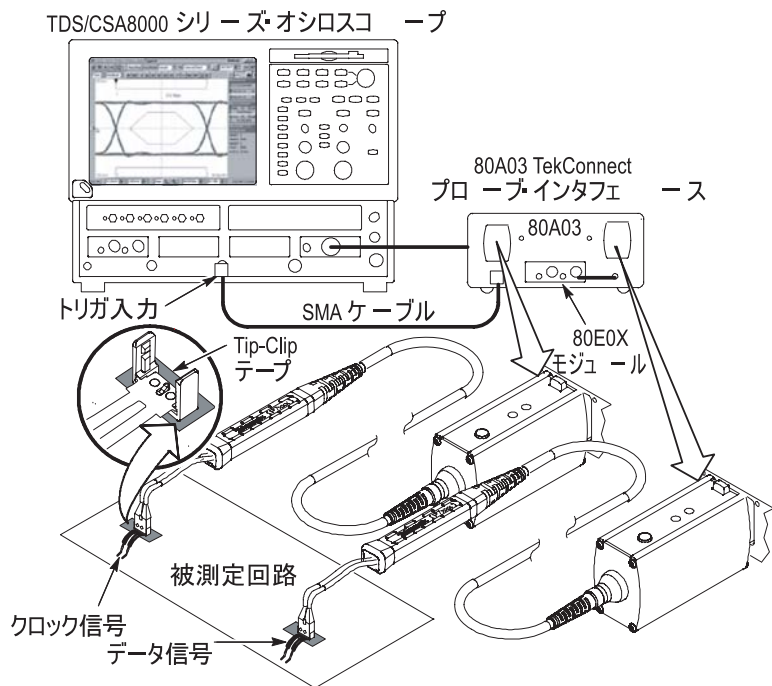

図 21 : TDS8000 サンプルング・オシロスコープ
- 80A03 のチャンネルの 1 つに接続し、測定する信号に同期してトリガ信号を提供するソースとなるクロックをプロービングします。図 21 を参照してください。
RTPA2A TekConnect プローブ・アダプタをリアルタイム・スペクトラム・アナライザおよび TekConnect プローブと共に使用すると、特定の RF コンポーネントの測定を非常に簡単に実行できます。図 21 を参照してください。